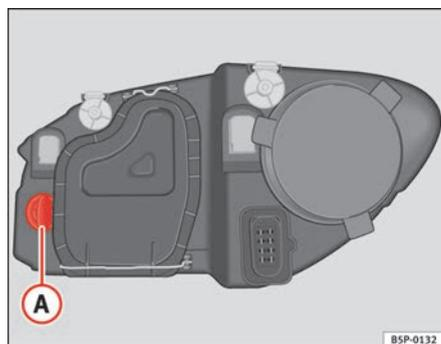

Fig. 178 Lâmpada das luzes intermitentes
- Rode o porta-lâmpadas ⇒ fig. 178 **A** para a esquerda e puxe.